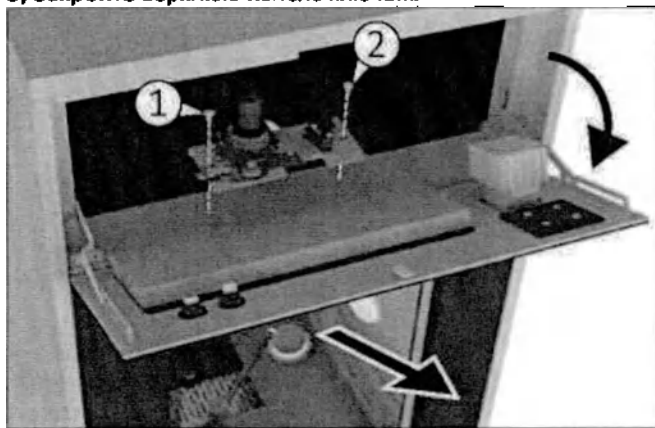

Рис. 12
- 2) Открутите винты (1 и 2 рис. 12) системы открывания двери.
- 4) Снова затяните винты (1 и 2 рис. 12) системы открывания двери.